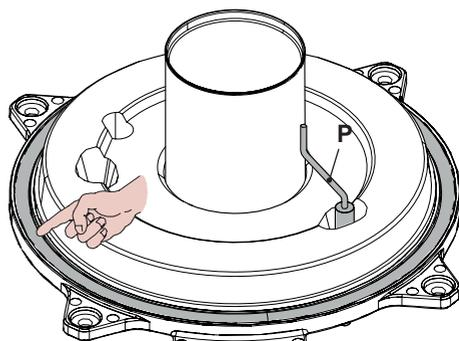

Figura 9.7
- La junta de silicona de la pared frontal de la cámara de combustión (Figura 9.7) de cambiarse si es deteriorada.
- El electrodo de encendido/detección P de la Figura 9.7 funciona también como sensor para la descarga correcta del condensado.